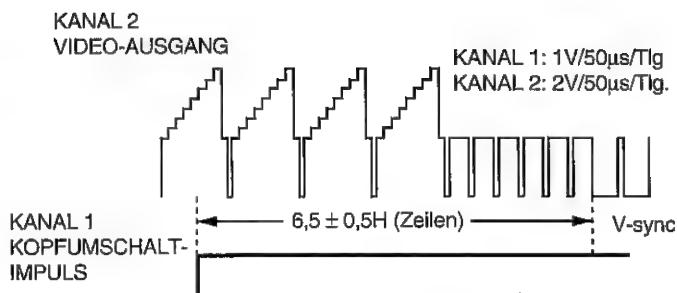

Abbildung 5-2.
- Die Überprüfung der Wellenform am Oszilloskop gemäß Abbildung 5-2. unmittelbar nach Einstellung des Kopfumschaltpunkts vornehmen.